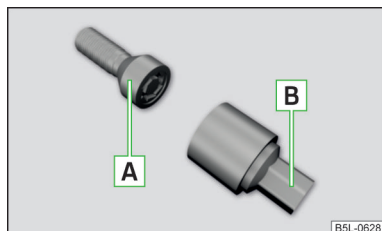

Fig. 321
Les boulons de roues antivol protègent vos roues contre le vol. Ceux-ci peuvent être **déserrés/serrés** uniquement avec la pièce de rehausse **B** » fig. 321.
- Enfoncez la clé démonte-roue jusqu'en butée sur le boulon de roue. Pour les boulons de roues antivol, utilisez la pièce de rehausse correspondante » fig. 321 à la page 300.